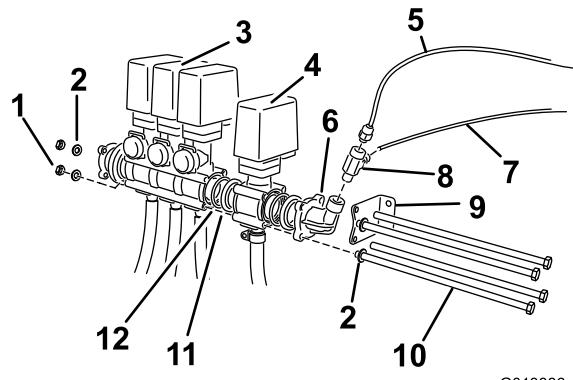

Figura 5
4. Individuate il gruppo valvola dell'avvolgitubo nelle parti sciolte e montatelo in linea con le valvole preesistenti (Figura 5).
6. Ricollocate la staffa sul gruppo valvola estremo in corrispondenza dei due fori del riduttore del raccordo a gomito più vicini alla staffa di montaggio della valvola della barra (Figura 5).
7. Inserite i due bulloni lunghi (M8 X 260 mm) nella staffa di montaggio, in corrispondenza dei fori superiore e inferiore del corpo della valvola dell'avvolgitubo e della valvola di bypass della barra, più vicini alla guida di montaggio (Figura 5).
9. Usate i due bulloni rimanenti (M8 X 260 mm), insieme alle rondelle preesistenti, per fissare i gruppi valvola in corrispondenza dei fori liberi nei corpi delle valvole (Figura 5).
13. Montate i raccordo a T (Figura 5).